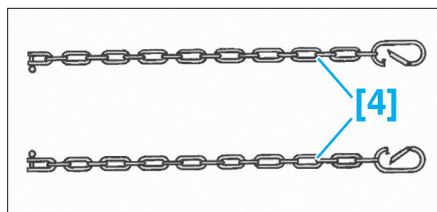

FIG. 2
- [4]. Jeu de 2 élingues (réf : 9511-T.D) (Fig.2).